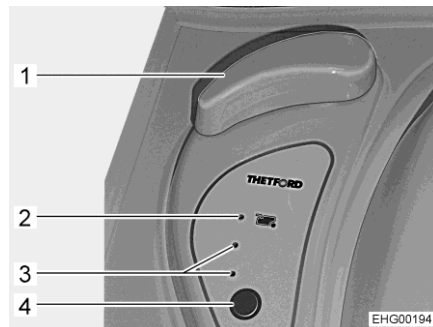

Bild 162 Toalettens reglage
- Vrid ratten (Bild 162,1).
- Vrid tillbaka ratten (Bild 162,1).
- Öppna spjället på Thetford-toaletten före spolning. Vrid då ratten (Bild 162,1).
- För att spola, tryck på den blå spolknappen (Bild 162,4).
- Efter spolning stängs spjället. Vrid då ratten (Bild 162,1) tillbaka.
Kontrollamporna (Bild 162,3) visar nivåindikeringen för latrintanken. Den röda kontrollampan (Bild 162,2) tänds när latrintanken måste tömmas.